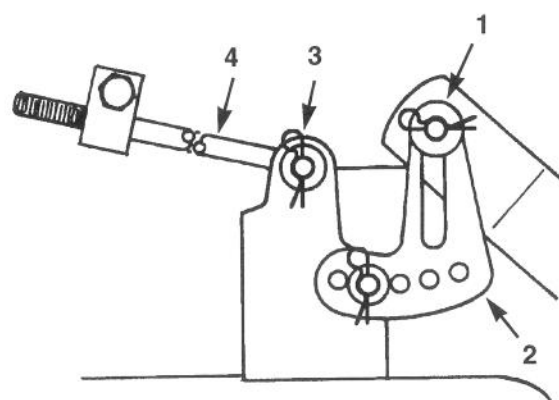

Figure 41
8. Déposer la goupille et la rondelle en haut de la patte de mise à niveau de la tondeuse (Fig. 41). Déposer ensuite la patte de la goupille de montage. Répéter l'opération de l'autre côté de la tondeuse.
9. Déposer la goupille et rondelle à l'extrémité de la longue tige (Fig. 41). Extraire la tige du support de la tondeuse. Répéter l'opération de l'autre côté de la tondeuse.